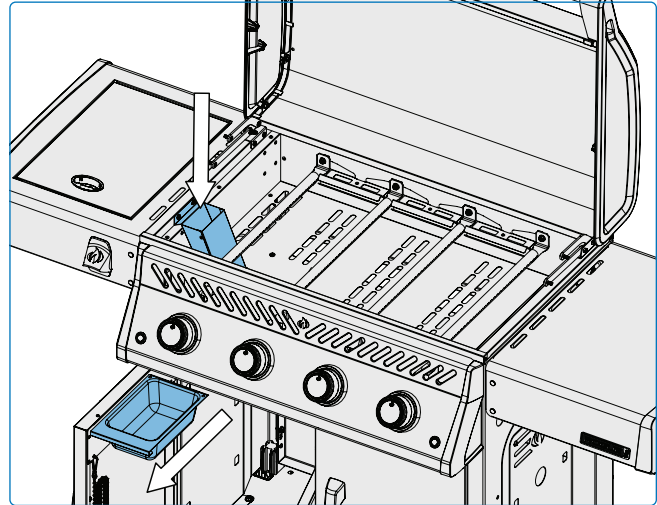

Abb. 11
1. Sobald das Gerät vollständig abgekühlt ist, nehmen Sie die Tropfschale vorsichtig gerade aus dem Gerätewagen heraus, ohne sie zu kippen. **(Abb. 11).**